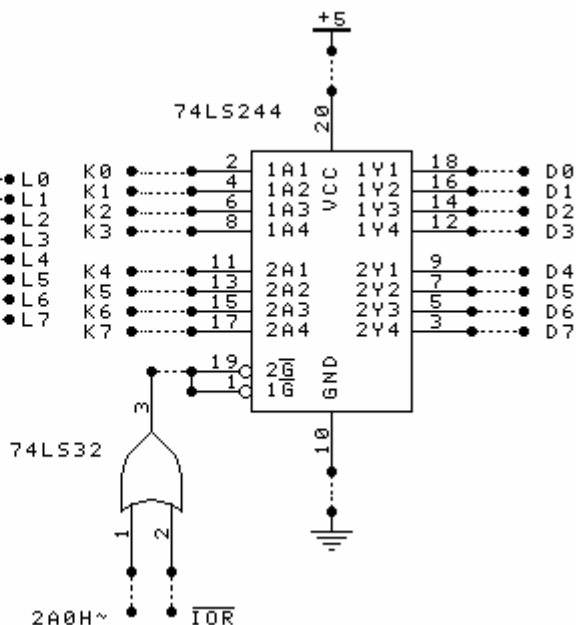

图2-2
3、按下面图2-2简单并行输入接口电路图连接电路(74LS244插通用插座, 74LS32用实验台上的“或门”)。74LS244为八缓冲器, 8个数据输入端分别接逻辑电平开关输出K0~K7, 8个数据输出端接数据总线D0~D7。